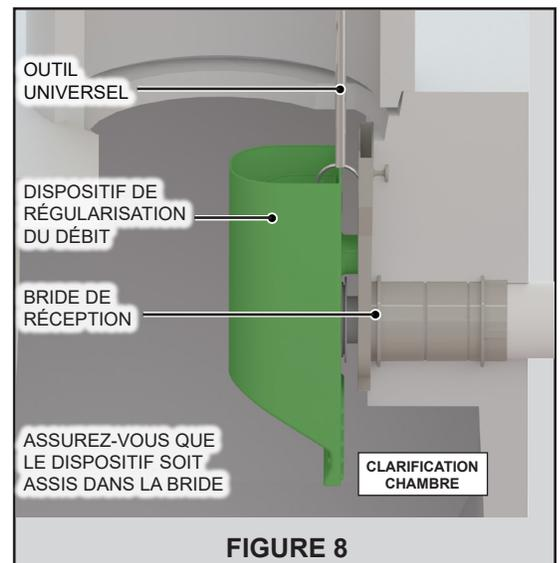

FIGURE 8
12. Installez chaque dispositif de régularisation du débit en les glissant dans les brides réceptrice du réservoir dans la chambre de clarification tel qu'illustré à la Figure 8. Utilisez l'outil universel pour vérifier que chaque dispositif est complètement assis dans la bride.